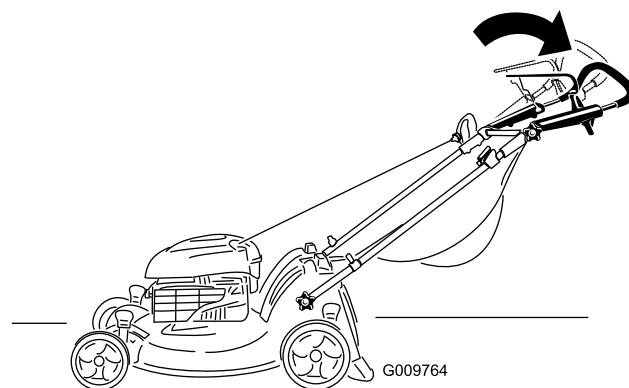

Figura 19
2. Mueva el manillar superior a la posición deseada (Figura 19).
3. Apriete firmemente el pomo del manillar superior (Figura 19).